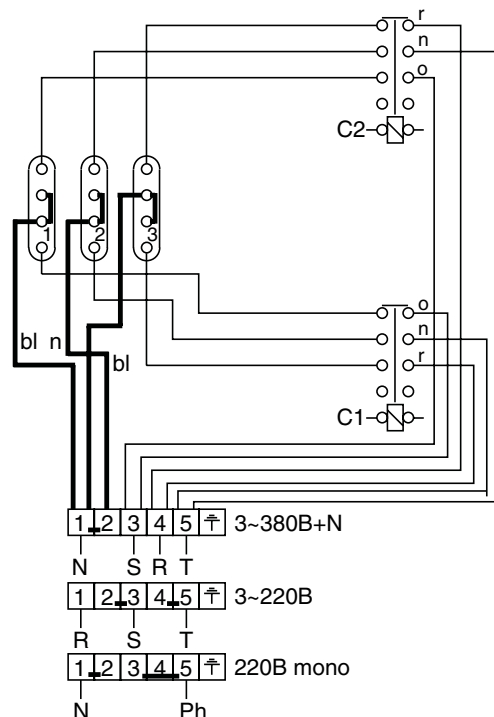

Рис.6.1: Электрическая схема включения ТЭН котла ET/ETS 09 м 15
Силовая цепь котла предназначена для подачи электрического тока на нагревательные элементы. Присоединение электропитания осуществляется на соединительную колодку силовой цепи (1). Далее питание через реле силовой схемы (3, 4, 5), включаемые схемой управления, поступает на мостовые схемы нагревательных элементов. В котлах ET/ETS 09 и 15 установлено три нагревателя, в котлах ET/ETS 24 - пять нагревателей. Нагреватели должны иметь мостовые перемычки, указанные на схеме (рис. 6.1, 6.2).
При присоединении электропитания к колодке (1) необходимо установить мостовые перемычки между клеммами колодки как показано на схеме (рис. 6.1, 6.2).